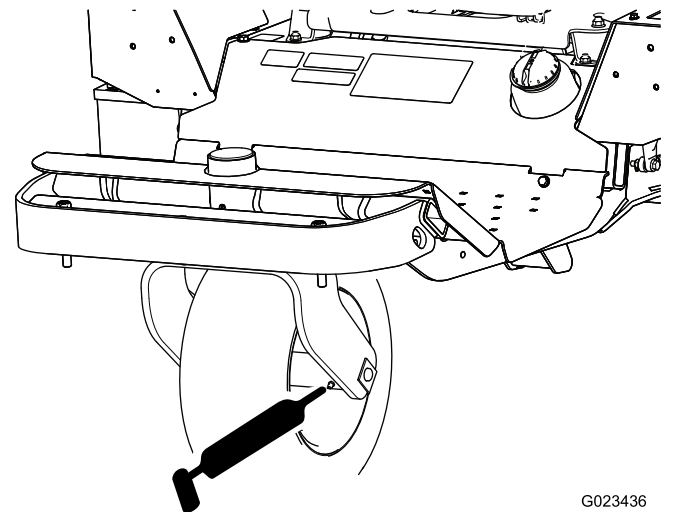

Figure 29
- Roulement de roue avant (1) – (Figure 29)